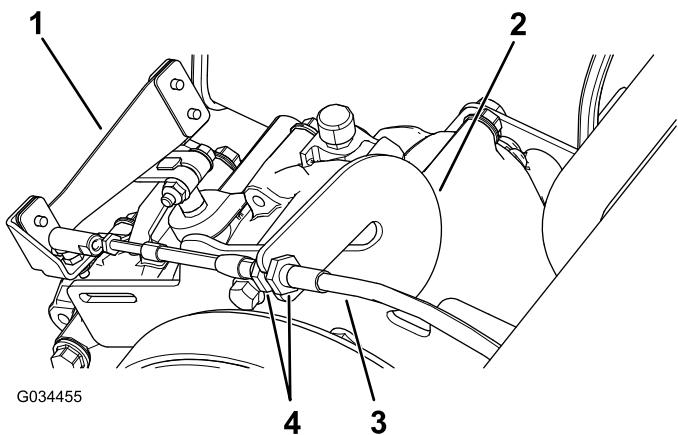

Figure 59
1. Desserrez les écrous de blocage sur le câble de sélection et ajustez-les selon les besoins (Figure 59).
2. Vérifiez la position de l'inverseur de marche en tournant le sélecteur aux 3 positions différentes et vérifiez que le levier (Figure 59) passe correctement à chaque position; voir Levier et indicateur d'inverseur de marche \(page 12\).